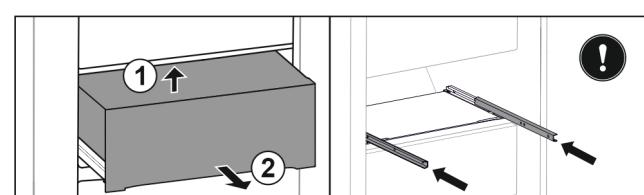

Fig. 126
- ▶ Підняти висувний ящик знизу назад. Fig. 126 (1)
- Вийняти висувний ящик рухом вперед. Fig. 126 (2)